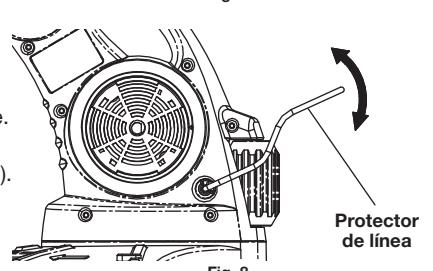

Fig. 8
- Cerciórese de que la cubierta protectora de la línea esté levantada contra la caja del motor (Fig. 8).
- Mueva la cubierta protectora de la línea arriba o abajo a la posición deseada (Fig. 8). Este protector ayuda a mantener la línea de la recortadora alejada de cercas, bordes de aceras, flores, etc.